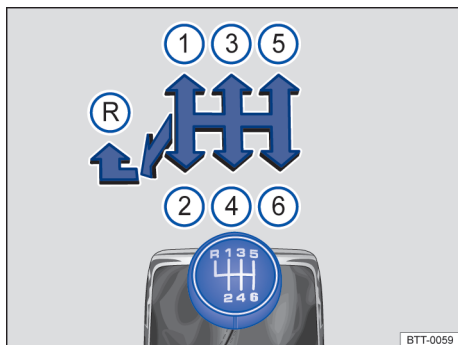

Fig. 131 Esquema de troca de marchas da transmissão manual de 6 marchas.
As marchas individuais estão representadas na alavanca de troca de marcha → Fig. 131.
- Empurrar a alavanca de troca de marcha totalmente para a esquerda e depois para frente até a posição da marcha a ré → Fig. 131 (R).